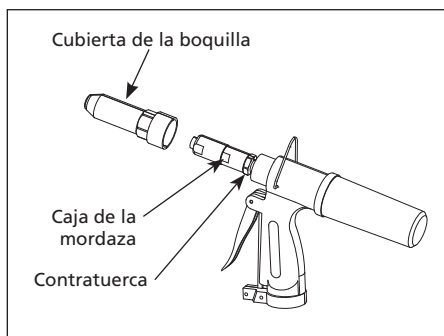

Figura 3
1. Sostenga la pistola con el extremo de la boquilla dirigida en dirección opuesta a usted. Quitele la tapa de cromo a la boquilla (Vea la Figura 3).
2. Use una llave de 15 mm para sujetar la caja de la mordaza y una llave de 17 mm para aflojar la contratuerca (Ver figura 3).